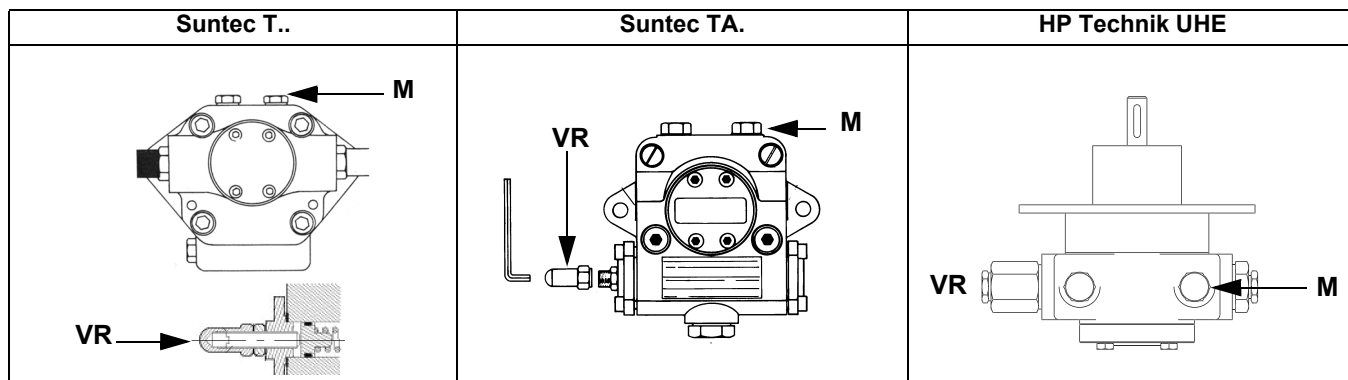

Рис. 14
- 5 Давление питания форсунки уже отрегулировано заранее на заводе-изготовителе и не должно изменяться. Только в случае необходимости, отрегулировать давление питания (см. соответствующий параграф) следующим образом: установить манометр в положение, указанное на Рис. 13, воздействовать на регулировочный винт VR насоса (см. Рис. 14) до получения на форсунке давления в 20бар (форсунки Monarch или форсунки Bergonzo - см. на стр.33-34);